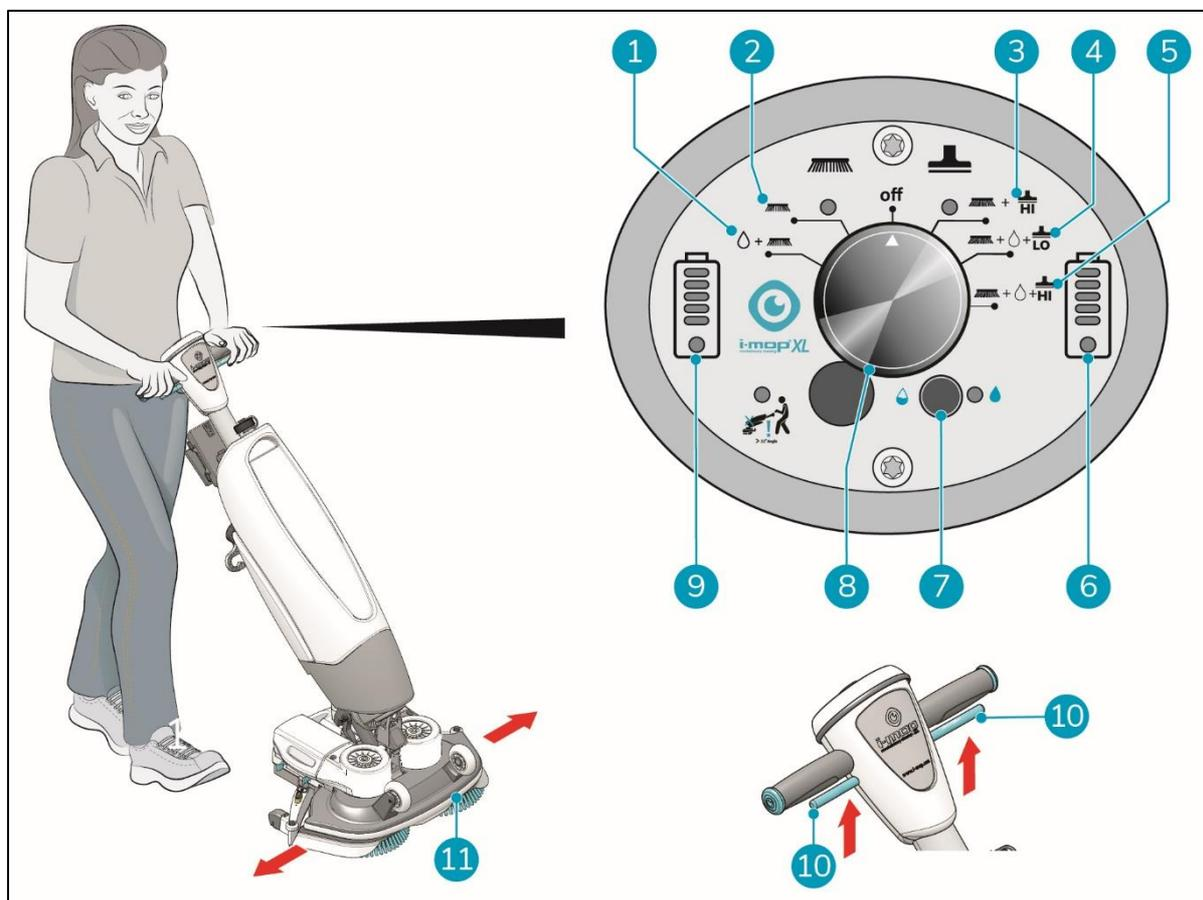

Figura 22
4. State dietro all'i-mop® XXL Pro. Scegliete la modalità di pulizia tramite l'interruttore principale (Figura 22, pos. 7). In questo modo si accende anche l'i-mop XXL Pro. È possibile selezionare le opzioni in modo indipendente o combinato.
- MODO 1: Spazzola + acqua/soluzione detergente (Figura 22, pos. 1).
- MODO 2: Solo spazzola (Figura 22, pos. 2).
- MODO 3: Spazzola + aspirazione (Figura 22, pos. 3).
- MODO 4: Spazzola + acqua/soluzione detergente + aspirazione Lo (Figura 22, pos. 4).
- MODO 4: Spazzola + acqua/soluzione detergente + Hi vacuum (Figura 22, pos. 5).
6. Premere il grilletto sull'impugnatura (Figura 22, pos. 10). In questo modo si avvia anche l'i-mop® XXL.
9. Per spostare il piatto di lavaggio, ruotare delicatamente l'impugnatura a sinistra o a destra (Figura 22, pos. 11).
10. Rilasciando il grilletto (Figura 22, pos. 10) arresterà immediatamente l'i-mop XXL Pro. Il motore di aspirazione si arresta dopo 3 secondi.